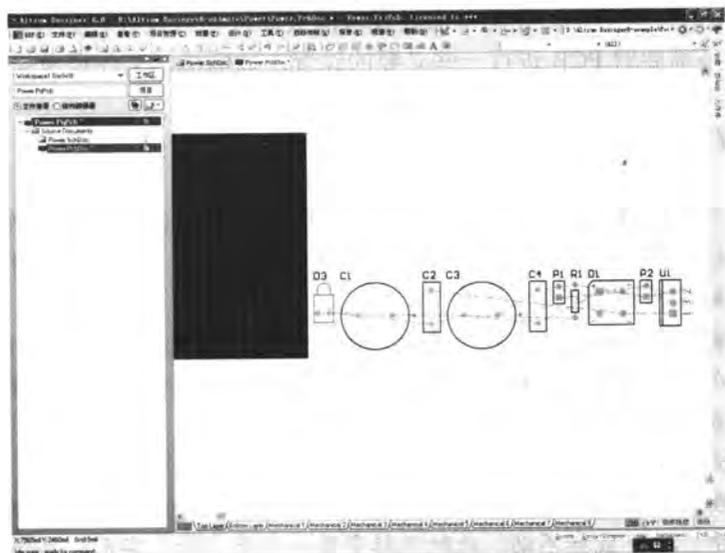

图 8-107 删除 Room 空间
- [8] 执行【编辑】/【删除】命令，此时光标变为“十”字形，移动光标到 Room 空间上，单击鼠标左键即可删除，如图 8-107 所示。